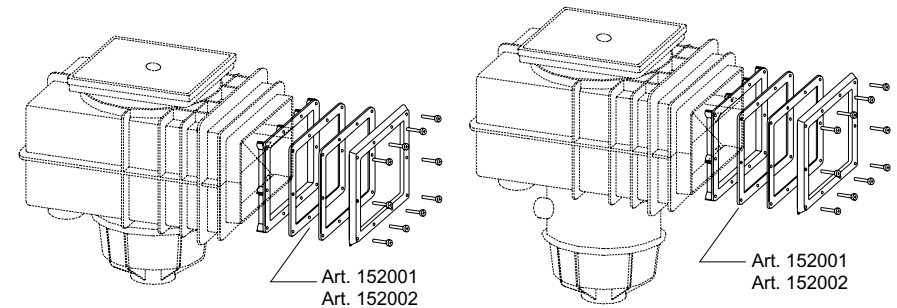

Abb. 8
2.2 Flanscheinheit für Skimmer V20 und VS30 (Abb. 8 und 9)